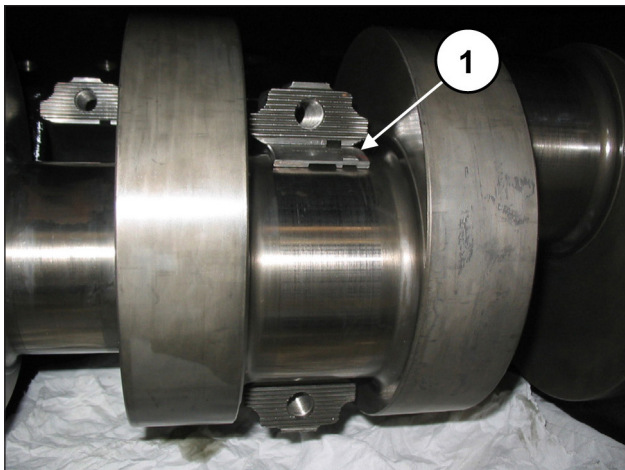

Fig. 56
Insira os semi-rolamentos superiores entre a haste e o eixo (pos. ①, Fig. 56).